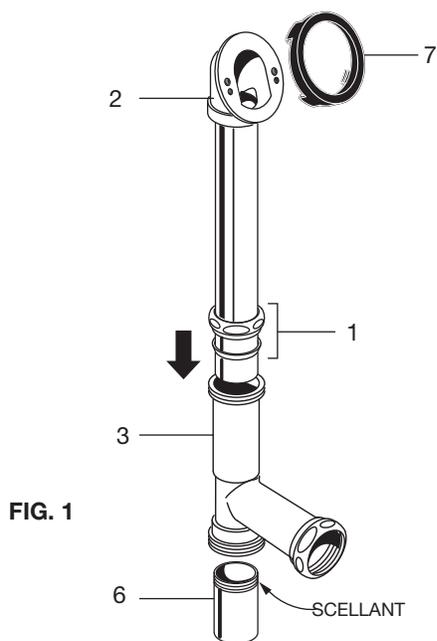

FIG. 1
- Desserrez l'ÉCROU ET LE SCELLANT DE JOINT COULISSANT (1) et installez sur le TUYAU DE TROP-PLEIN (2). Installez le TUYAU DE TROP-PLEIN (2) dans le bon pied du RENVOI EN T (3). Appliquez un scellant sur le filetage de la PIÈCE DE RACCORDEMENT (6) et vissez au RENVOI EN T (3). Installez le JOINT DE TROP-PLEIN (7) au TUYAU DE TROP-PLEIN (2). (Ajustez le DE TROP-PLEIN (7) selon la couture de la baignoire.) **FIG. 1.**
- Enlevez le LIEN SUPÉRIEUR (1) de l'AGRAFE-RESSORT (2) et glissez le bout pointu dans le petit trou de la CAME (3). Fig. 1.